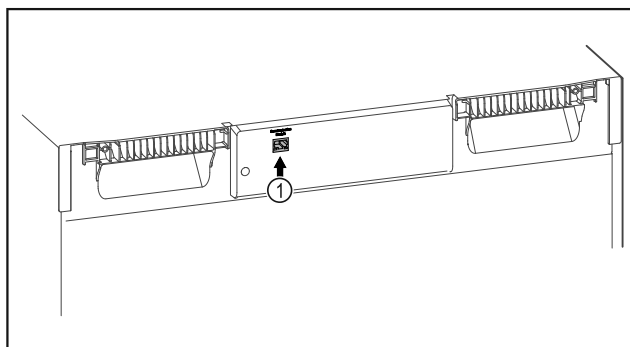

Fig. 89
- SmartModule Fig. 89 (1) je nasadený.